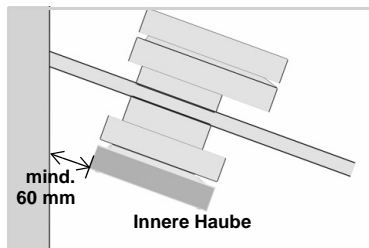

Abb. 4
- Mindestens 60 mm Abstand zur Wand einhalten, um die innere Haube demontieren zu können (Abb. 4)
- Mindestens 60 mm Abstand von der inneren Haube zur Wand einhalten (Abb. 4).